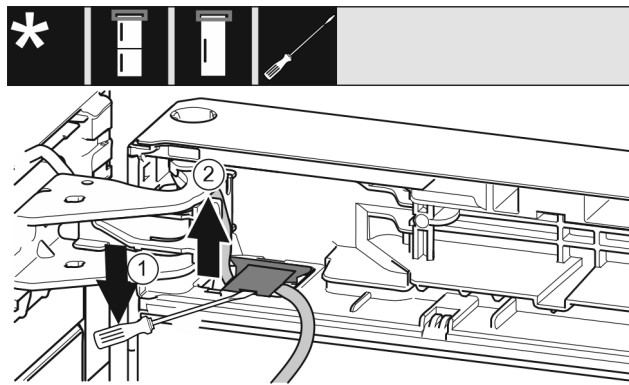

Fig. 21
- Con il cacciavite a testa a intaglio sollevare la copertura ed estrarla. Fig. 21 (1)
- Estrarre il cavo. Fig. 21 (2)